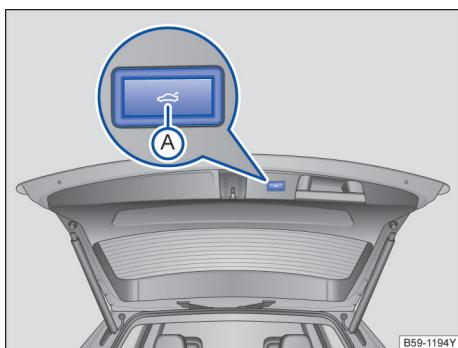

图 63 打开的行李厢盖内：用于电动关闭行李厢盖的按钮
→ 图 63 的图例：
- 在已打开的行李厢盖内短按按钮 → 图 63
- 按住已打开的行李厢盖内的按钮 → 图 63
- 按住已打开的行李厢盖内的按钮  → 图 63